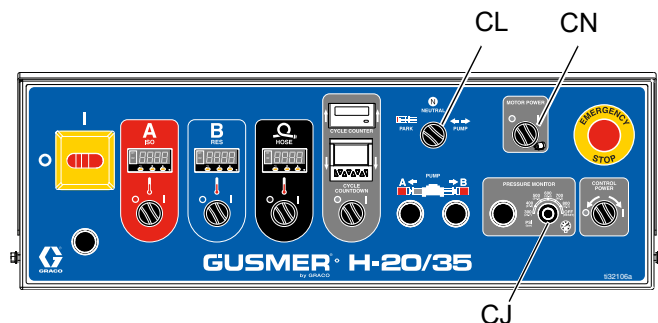

FIG. 39
9. Gire la perilla del monitor de presión (CJ) hasta la posición **OFF**. Vea la FIG. 39.
10. Arranque el motor hidráulico encendiendo el interruptor de alimentación del motor (CN). Ponga después el interruptor de control de la bomba (CL) en PUMP (bomba).